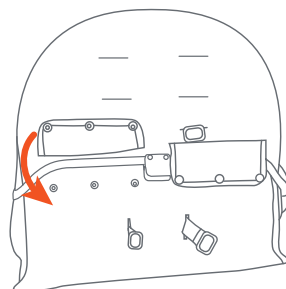

Fig. 7c
- With the frame inside the flap, snap the buttons closed to secure it to the child seat (Fig. 7c). Repeat for the other side.
- Con el marco dentro de la solapa, cierre los botones para asegurarlo al asiento para niños (Fig. 7c). Repita para el otro lado.